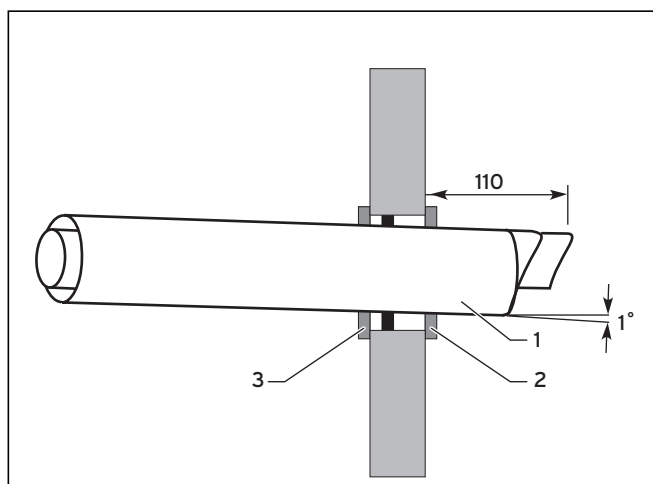

Fig. 3.7 Montaggio del passante a parete
- Effettuare un foro del diametro di 125 mm (in caso di montaggio del disco di tenuta esterno flessibile, di 110 mm), vedere Fig. 3.7.